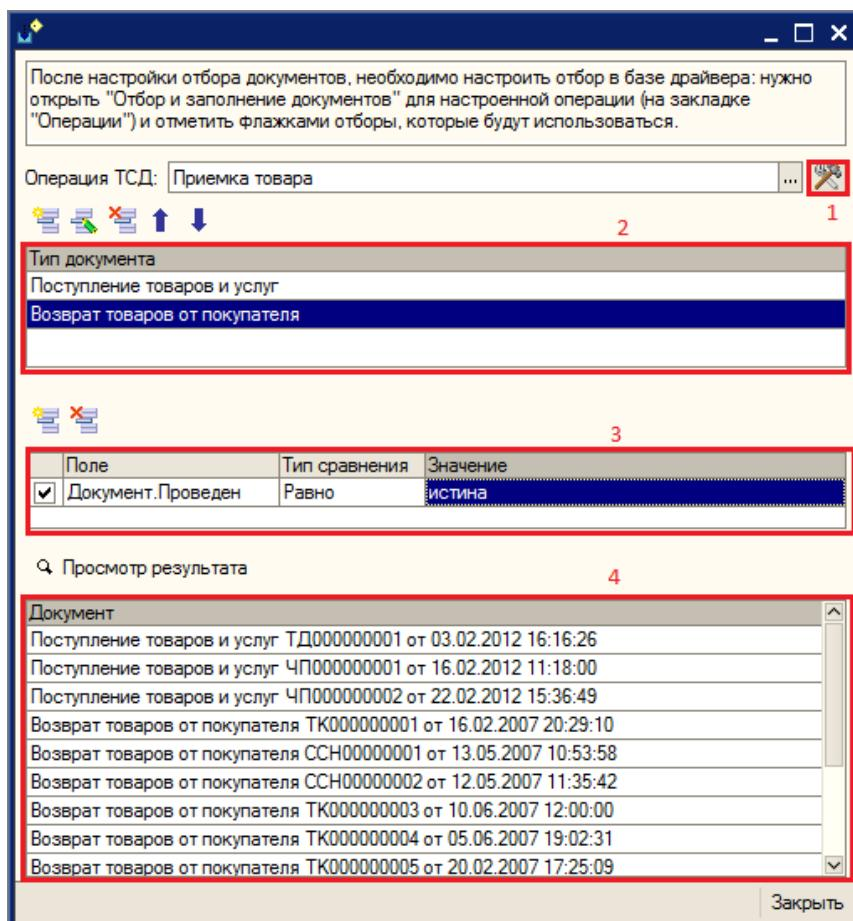

Рис. 2.4. Обработка «**Отбор документов для отображения в операции ТСД.ерп**» для операции «Приемка товара»
Настройки отбора документов построителем осуществляются в самой базе 1С: нужно открыть обработку «**Отбор документов для отображения в операции ТСД.ерп**» (обработка входит в поставку драйвера, рис.2.4, обработка находится: «<Путь установки драйвера>|<Конфигурация базы 1С>») в базе 1С.
В обработке, в поле «Операция ТСД», необходимо указать операцию (если сервер терминалов находится не затем компьютером, где открыта обработка, то необходимо настроить подключение – кнопка (1) на рис.2.4. Если подключение настроено корректно, то при выборе значения в поле «Операция ТСД» будет отображен список доступных операций ТСД).
На форме нужно выбрать типы документов (2, рис.2.4), задать отбор (3, рис.2.4) документов для выбранного типа. Можно просмотреть полученный результат (4, рис.2.4) нажав на кнопку «Просмотр результата». После настроек нужно закрыть форму и заново открыть настройку отбора и заполнения документов для операции ТСД в базе драйвера (рис.2.2) и поставить флаг использования у необходимых отборов.